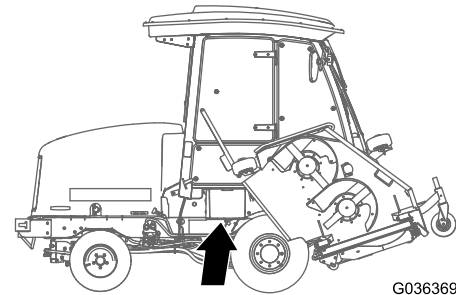

Figura 53
1. Abra la tapa de la batería, situada en el lado de la cubierta (Figura 53).
Nota: Presione hacia abajo sobre la superficie plana situada encima de la tapa de la batería para facilitar la apertura de la tapa (Figura 53).